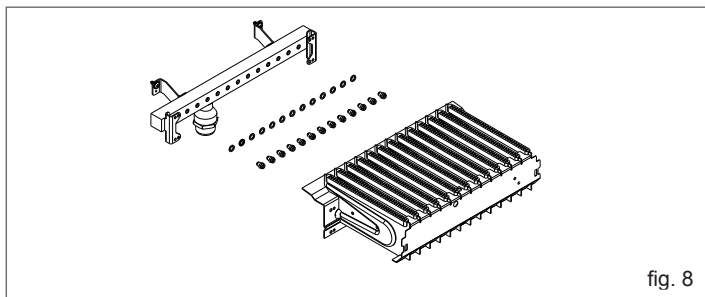

fig. 8
- utilizzando una chiave a tubo o a forchetta, rimuovere gli ugelli e le ranelle e sostituirli con quelli presenti nel kit (fig. 8).